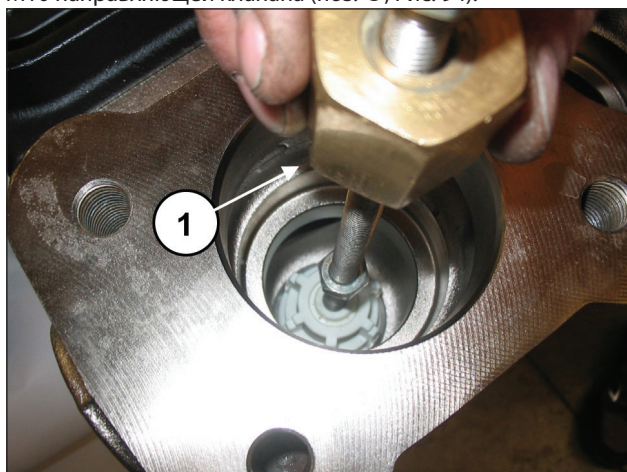

Рис. 94
Извлеките клапанный узел всасывания с помощью съемника с ударной массой, установив его в отверстие М10 направляющей клапана (поз. ①, Рис. 94).